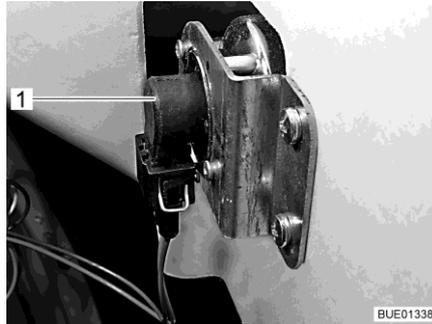

Fig. 214 Indicatore di direzione
- Afferrare dietro il supporto lampada (Fig. 214,1).